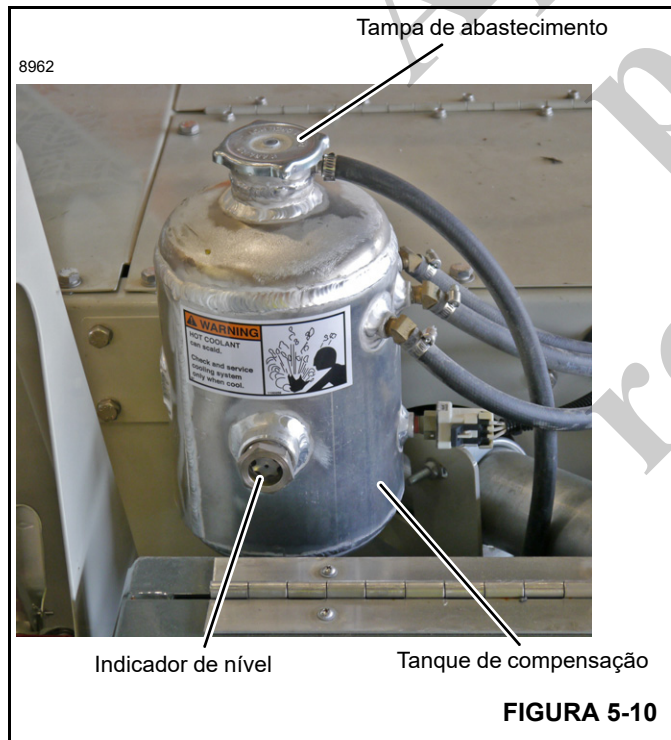

FIGURA 5-10
2. Verifique se o tanque de compensação (Figura 5-10) está abastecido pelo menos até a metade. Se o líquido de arrefecimento estiver baixo, abasteça o tanque de compensação pela metade com uma mistura de glicol anticongelante e água na proporção 50/50. Não adicione somente água pois pode enferrujar o radiador e o motor.